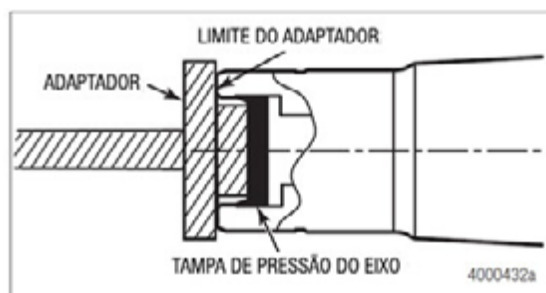

Figura 2.25
24. Use um martelo de latão ou sintético de 2 Kg (quatro libras) para pressionar a tampa de pressão do eixo no furo da ponteira, até que a ferramenta de instalação fique alinhada perpendicularmente à extremidade da ponteira. A ferramenta de instalação define a profundidade de montagem da tampa de pressão do eixo. Haverá uma mudança clara no som e na sensação do martelamento quando a ferramenta de instalação tocar a ponteira. O sistema de inflação de pneus pode ser pressurizado 30 minutos após a instalação da tampa de pressão na ponteira. Figura 2.25.